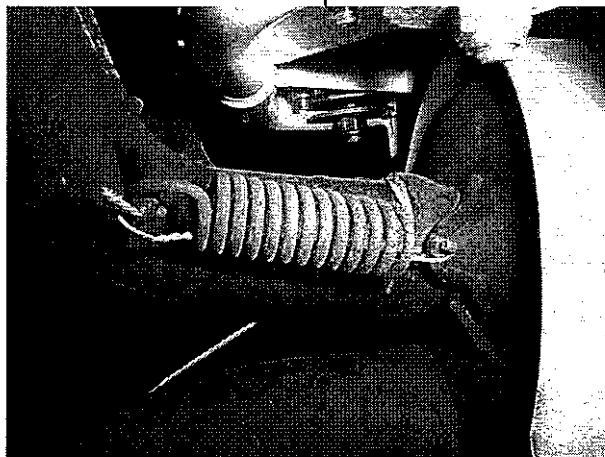

Fig. 20
- 11d. Rialloggiare le molle di ritegno (2 molle per collettore) fra collettori di scarico e corpo marmitta ed inserire una frenatura all'interno di ogni molla (vedi fig.20).
- 11d. Place the springs (2 springs on each exhaust stack) that secure the exhaust stacks to the muffler and draw safety-wire through each spring (see fig. 20)